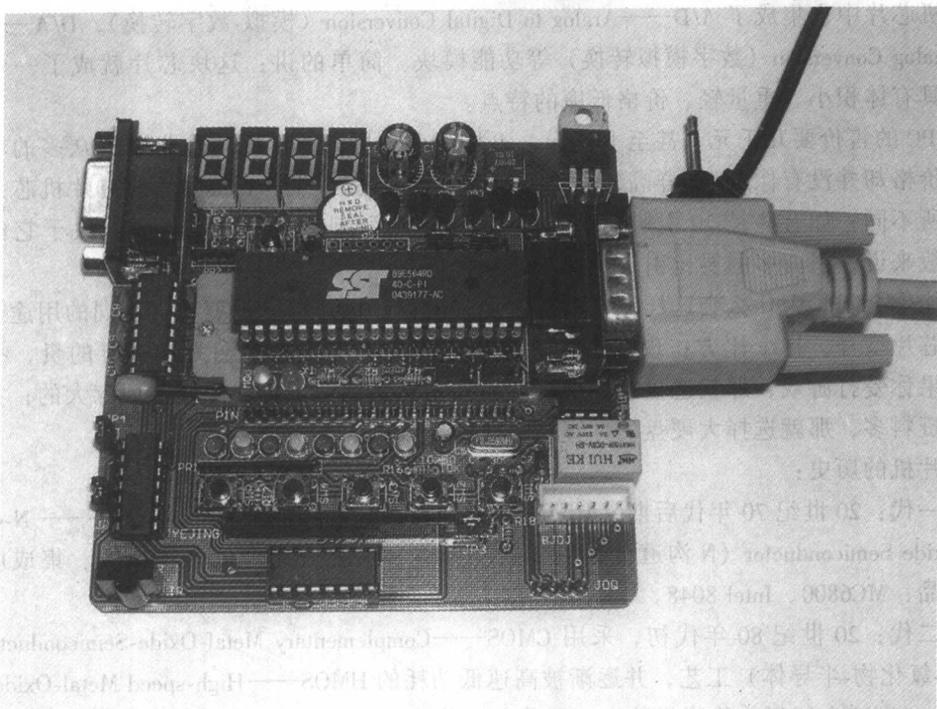
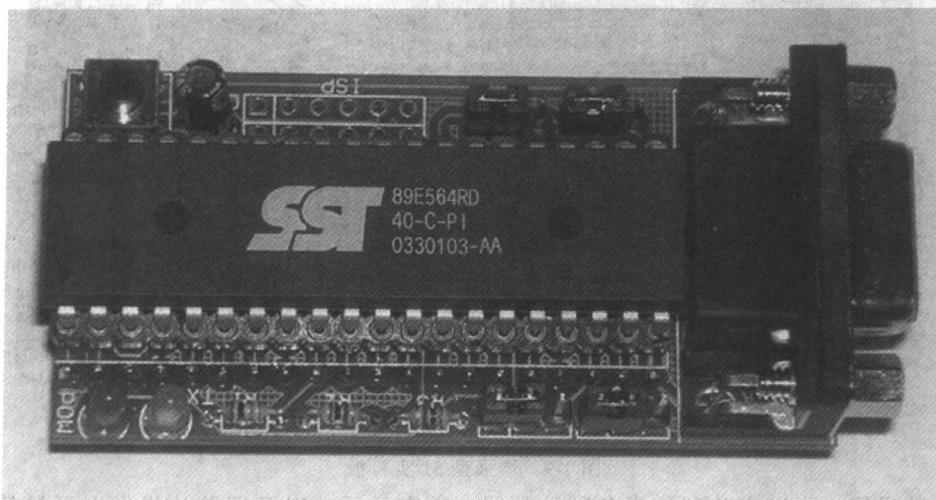

图 1-1 数码管显示实例
图 1-10 微型 51 仿真器
1) 应用实例之一：如图 1-1 所示，电路板左上角显示“8.8.8.8”数字字样，其显示部件叫“七段数码管”，它在家电及工业控制中有着很广泛的应用，例如用来显示温度、数量、重量、日期、时间等，具有显示醒目、直观的优点。如果你弄明白了数码管显示的基本原理知识，做一些电子钟、计数器之类的应用系统将不成问题。
序中是否有问题存在，所以叫做仿真。使用仿真器就不必为了改程序而反复地烧写芯片，同时可以使用单步运行、指定端点停止等功能，调试方面极为方便。仿真器的实物图如图 1-10 所示。在早些年前，因为 51 芯片的存储器是 EPROM 的，反复烧写的寿命非常有限，开发程序只能靠专业的昂贵的专业仿真器来完成，排除了所有错误之后再 将 HEX 或 BIN 文件一次写入单片机芯片内。现在，有了内部含有闪存的单片机之后，才使反复烧写试验成为可能，但是也还是无法实现像仿真器那样的实时调试，学习效率自然要低很多了。图 1-1 中，插在实验板上的那个设备就是仿真器。